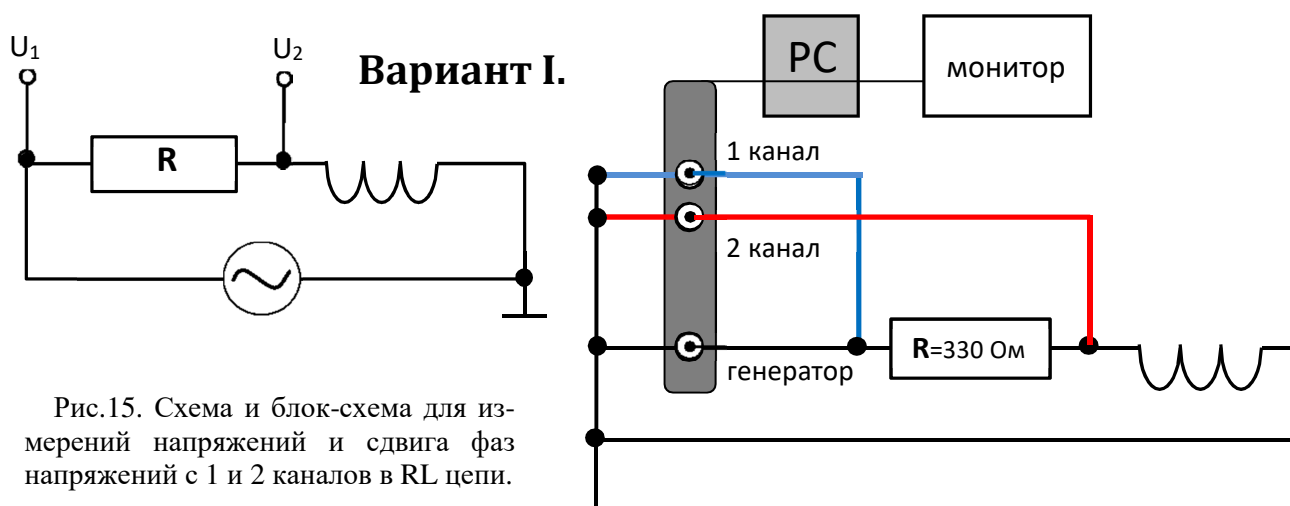

Рис.15. Схема и блок-схема для измерений напряжений и сдвига фаз напряжений с 1 и 2 каналов в RL цепи.
1. Собрать схему, представленную на рис.15 – **вариант I**, используя катушку с максимальным числом витков (клеммы 1,3) L_{13} (или другую катушку индуктивности или конденсатор – по указанию преподавателя).